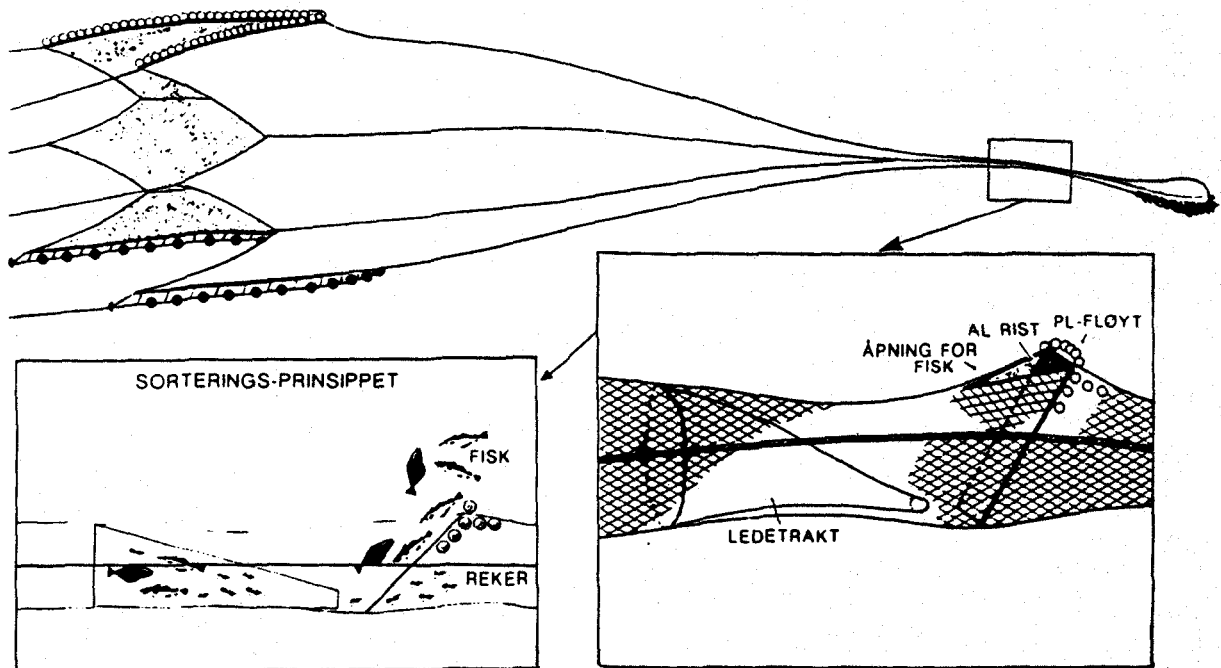

Fig.1
B. MONTERING (se fig. 1, 2 og 4.)
10. Ledetrakten bør lages av polyetylen (PE) og maskevidden bør være så nært ned mot tillatt som mulig.